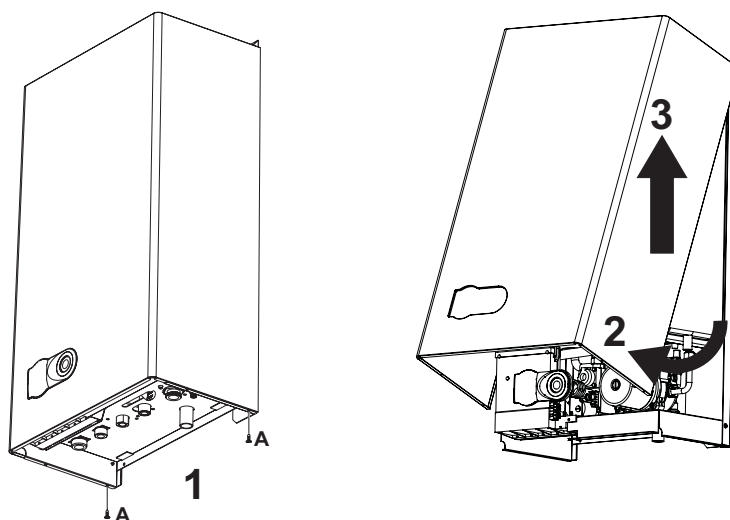

fig. 17 - Apertura mantello
1. Svitare le viti A (vedi fig. 17).
2. Ruotare il mantello (vedi fig. 17).